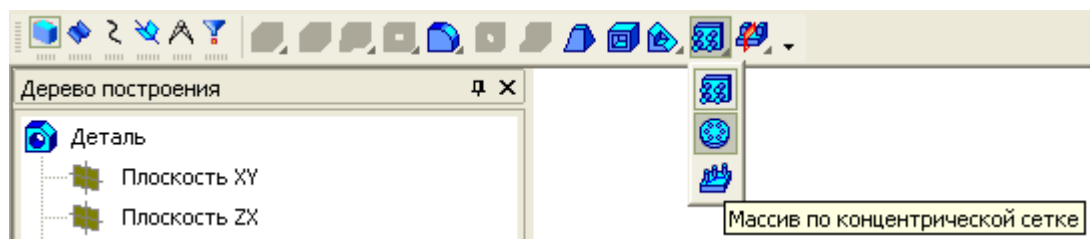
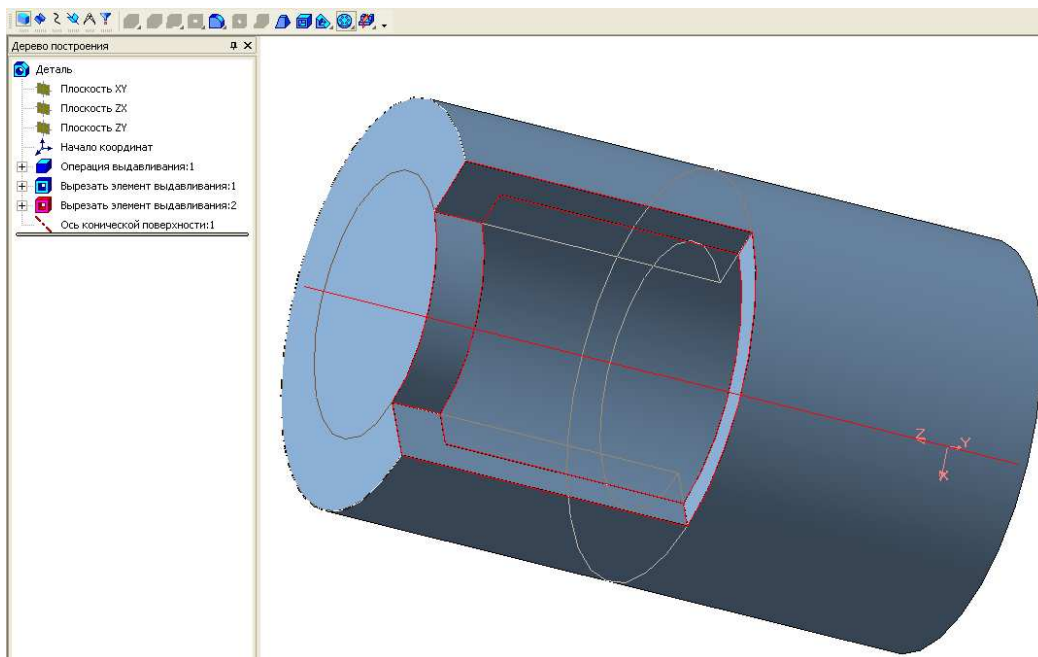
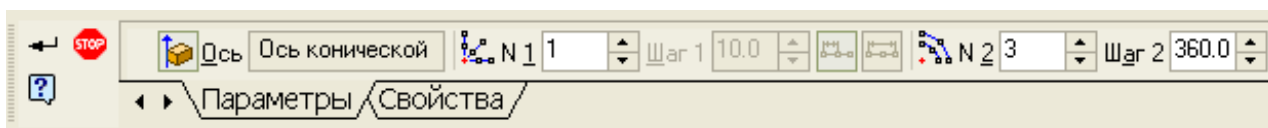

Рис. 68 – Параметри копії по концентричній сітці
Рис. 69 – Вибирання елементів
Рис.70 – Параметри массиву
4.11 Створіть копію по концентричній сітці (див. рис. 68) і вибираючи у дереві побудови рядки «*Ось конической поверхности*» і «*Вырезать элемент выдавливания:2*» (рис. 69), заповніть усі поля відповідно до рис. 70